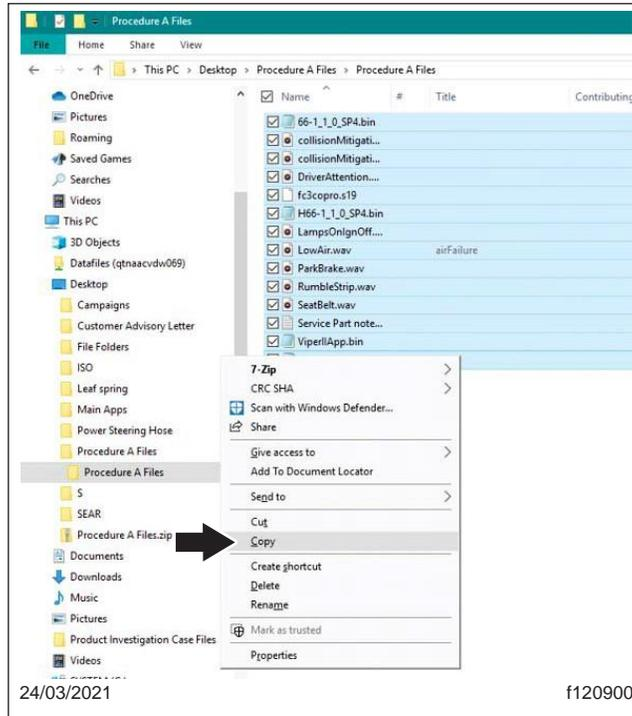

Fig. 10, Sélection de Copier
12. Cliquez avec le bouton droit de la souris et copiez tous les fichiers dans le dossier « Procédure A Fichiers » Voir Fig. 10..